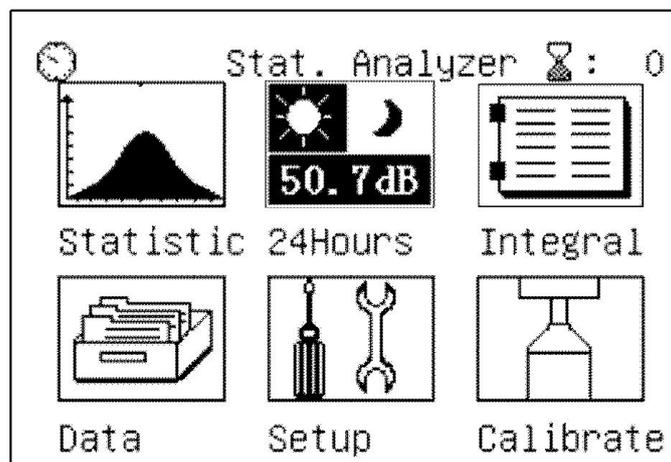

Fig. 14: Selezione analisi 24Hours
1. Selezionare con i tasti "◀" o "▶" l'icona "24Hours" (vedere Fig. 14) e confermare con "↵"